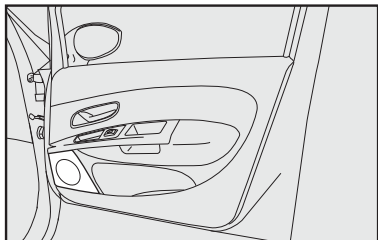

fig. 105
- Altoparlantes en las puertas delanteras **fig. 105**.